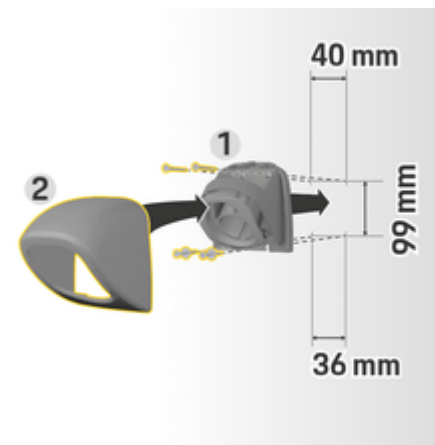

Fig. 15 Cotes de perçage
1. Retirez le support de prise 1 du couvercle (Fig. 15) 2 (Fig. 15).
4. Vissez le support de prise 1 (Fig. 15) dans le mur.
5. Placez le couvercle 2 (Fig. 15) sur le support de prise 1 (Fig. 15) par le bas et pressez vers le haut.